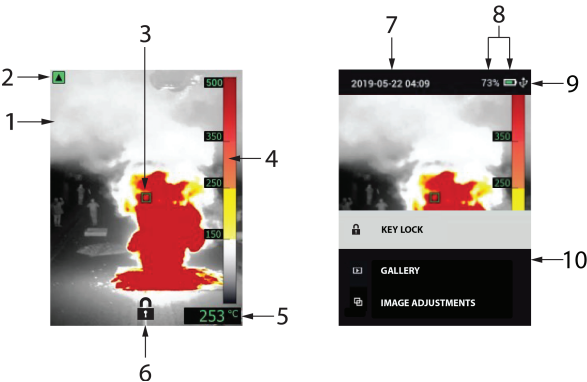

Figura 4.2 Descrição do ecrã da K1
- Temperature Scale (Escala de temperatura): Defina a sensibilidade (ganho) para LOW (Baixa) e HIGH (Alta) ou AUTO. Com a sensibilidade definida para LOW (Baixa), a amplitude de temperatura é $-10 \sim 400^{\circ}\text{C}$ ($14 \sim 752^{\circ}\text{F}$) e o indicador de amplitude de sensibilidade baixa aparece (canto superior esquerdo do ecrã); consulte a **Figura 4.2, Descrição do ecrã**. Com a sensibilidade definida para HIGH (Alta), a amplitude de temperatura é de $-10 \sim 140^{\circ}\text{C}$ ($14 \sim 284^{\circ}\text{F}$) e o indicador da amplitude de sensibilidade baixa desliga-se. Defina para AUTO para que a câmara decida qual a amplitude mais adequada para uma determinada imagem.